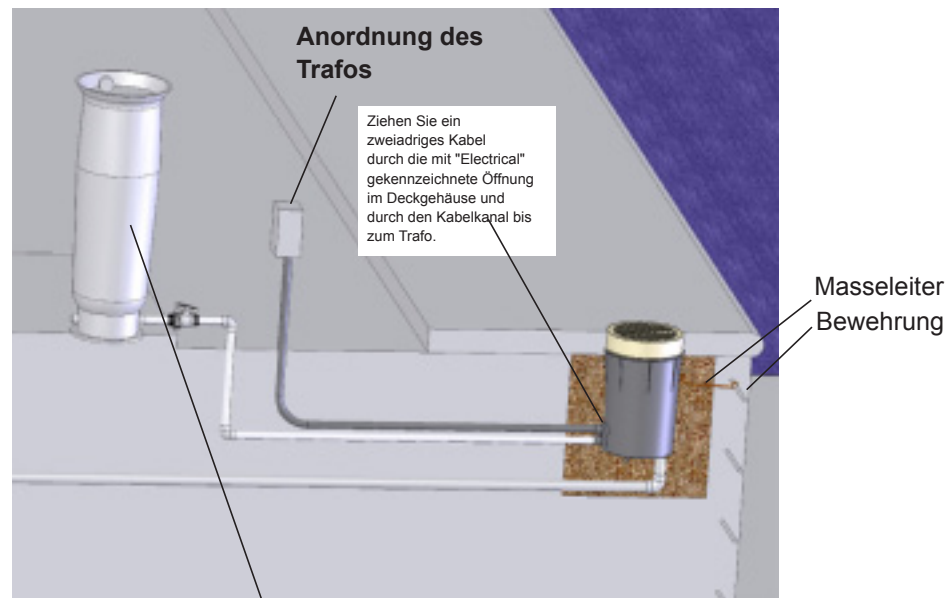

Abbildung 2 Filter
1. Ziehen Sie ein zweiadriges Kabel, Kabelstärke 14, durch die mit "Electrical" gekennzeichnete Öffnung im Deckgehäuse über den Kabelkanal bis hin zum Trafo (Abbildung 2). Lassen Sie 1 Meter am Ende des Deckgehäuses für Wartungszwecke überstehen.